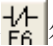

图 5-23 动保持互锁电路编写
(7)调整光标到如图 5-23 置，点击  符号在弹出的对话框输入“Y001”。